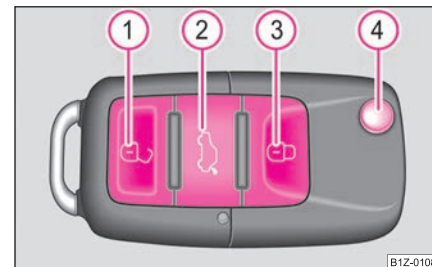

Fig. 32 Llave con radio-telemando
- Pulsar la tecla  durante aprox. 2 segundos ⇒ página 43, fig. 32. Para más información ⇒ página 41.